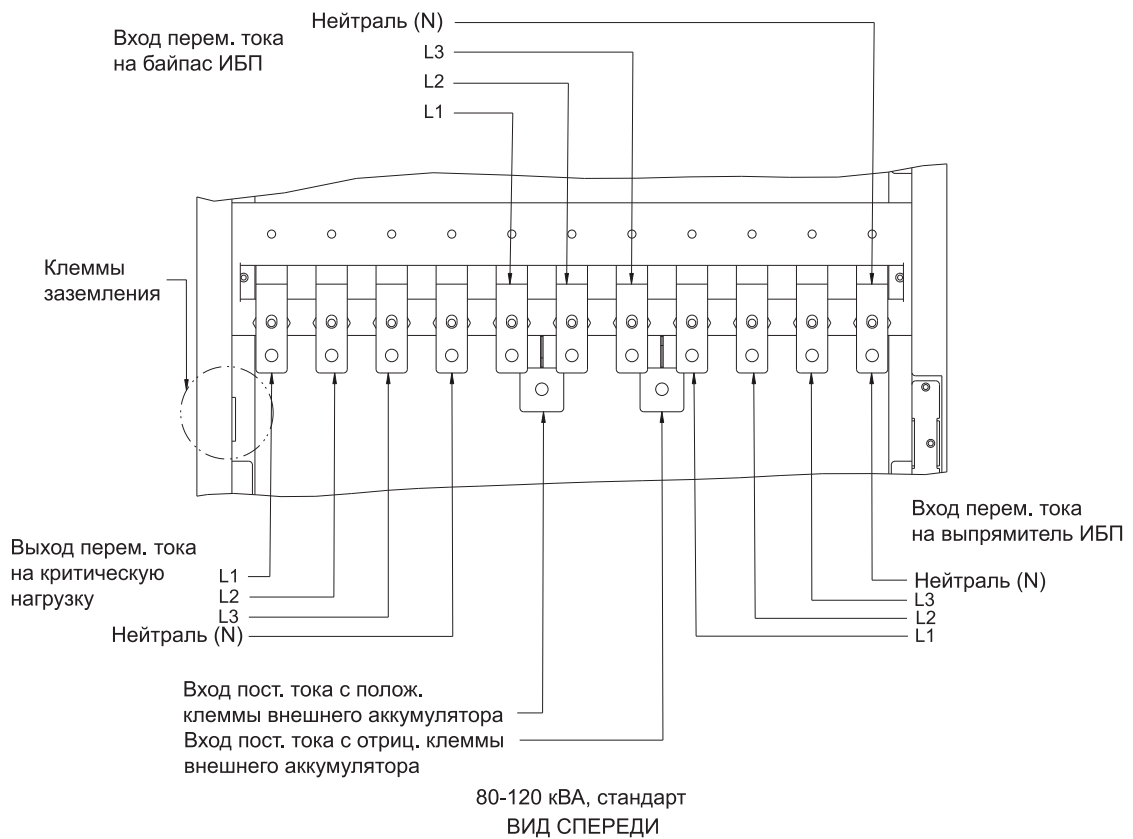

Рис. 4-5: Расположение узлов клемм 80-120 кВА
3. Подключите фазы L1, L2 и L3, а также входную силовую проводку выпрямителя от источника питания к входным клеммам выпрямителя и нейтрали. См. *Глава 3.2.2 Подготовка силовой проводки системы ИБП* на стр. 17 для получения информации о требованиях к проводке и подключению. Подробная схема клеммной колодки ИБП приведена на *Рис. 4-5: Расположение узлов клемм 80-120 кВА* на стр. 35 и *Рис. 4-6: Узлы клемм 160-200 кВА* на стр. 36.
5. Подключите фазы L1, L2 и L3, а также входную силовую проводку нейтрали байпаса от источника питания к входным клеммам выпрямителя и нейтрали. См. *Рис. 4-7: Расположение интерфейсных клемм* на стр. 37 для получения информации о требованиях к проводке и подключению. Подробная схема клеммной колодки ИБП приведена на *Рис. 4-5: Расположение узлов клемм 80-120 кВА* на стр. 35 и *Рис. 4-6: Узлы клемм 160-200 кВА* на стр. 36.
6. Подключите фазы L1, L2, L3, а также силовую проводку нейтрали (если необходимо) от выходных клемм и клемм нейтрали к критической нагрузке. Для получения информации о требованиях к проводке и подключению см. *Таблица 3-5: Клеммы силовой проводки ИБП Eaton 93E 80-200 кВА* на стр. 19 и *Таблица 3-6: Номиналы входов/выходов и рекомендации по внешней проводке для ИБП Eaton 93E 80-200 кВА* на стр. 20. Подробная схема клеммной колодки ИБП приведена на *Рис. 4-5: Расположение узлов клемм 80-120 кВА* на стр. 35 и *Рис. 4-6: Узлы клемм 160-200 кВА* на стр. 36.